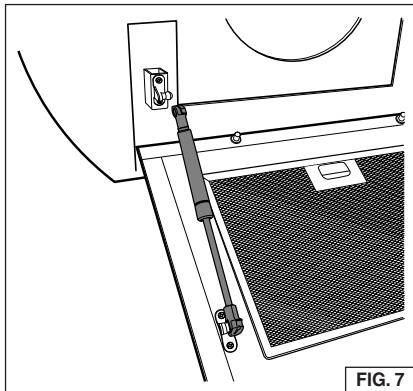

FIG. 7
2. Tire de cada cilindro para extender la longitud. Fig. 7.
- Fije el soporte en la pared con (2) tornillos de montaje de 4.8 x 38 mm y anclajes para paredes de yeso. Fig. 7. Asegúrese de que el soporte esté apretado contra la pared y centrado sobre la campana. Fig. 13